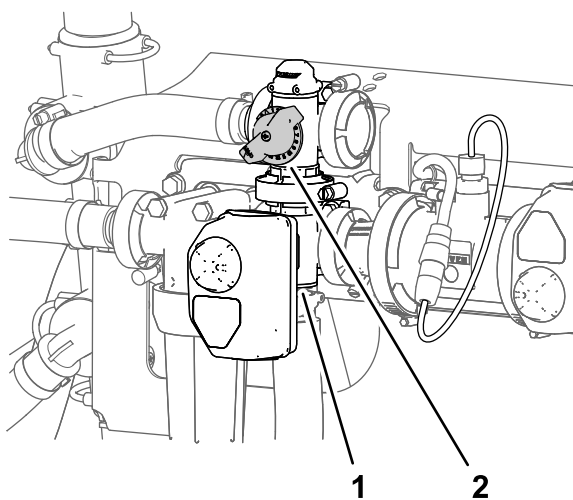

Bild 32
11. Stellen Sie das Rührwerksicherheitsventil (Bild 32) hinten am Rührwerkventil so lange ein, bis das Druckmanometer für den Druck des Sprühsystems 6,89 bar anzeigt.